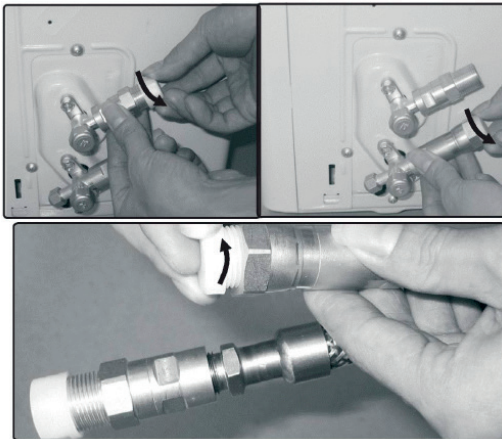

Fig. 6.2
- Entfernen Sie die Plastikpfropfen vom Außengerät und von den entsprechenden Kältemittelleitungen erst unmittelbar vor dem Anschluss (Abb. 6.2).